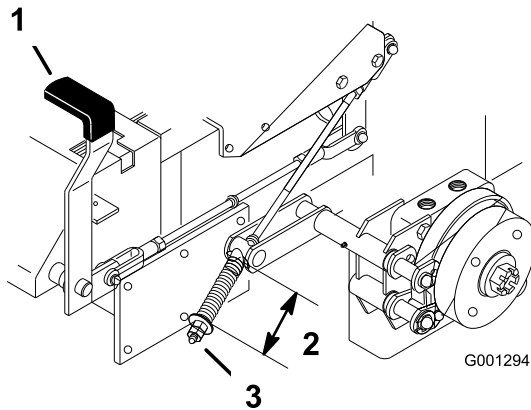

Figure 57
2. Mesurez la longueur du ressort. Les rondelles doivent être espacées de 64 mm (2-1/2 pouces) (Figure 57).
3. Si un réglage est requis, desserrez le frein de stationnement, desserrez l'écrou de blocage situé sous le ressort et réglez l'écrou directement au-dessous du ressort (Figure 57). Modifiez le serrage de l'écrou jusqu'à ce que le ressort ait la longueur voulue. Tournez l'écrou dans le sens horaire pour raccourcir le ressort et dans le sens anti-horaire pour l'allonger.